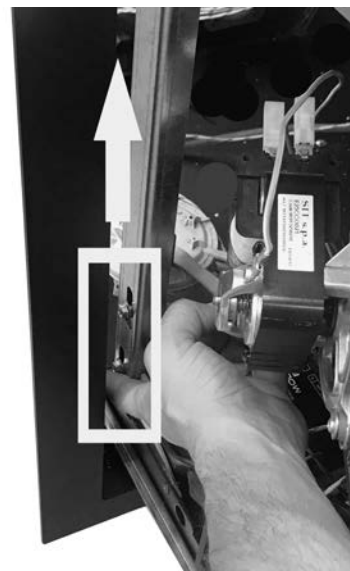

Fig. 21 - Levantar a plaqueta de bloqueio
- Levantar a plaqueta de segurança que bloqueia a guia aberta (ver **Fig. 21**).